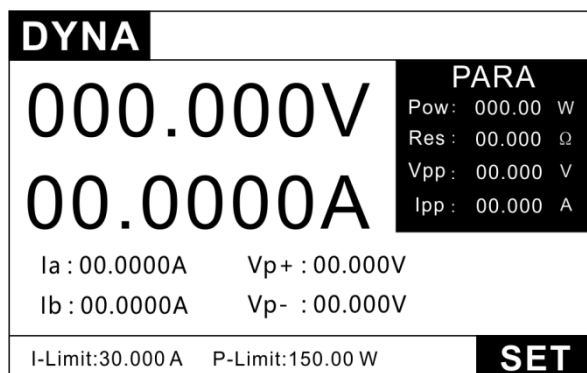

图 3.16 DYNA 测试界面
- 1、按 **MODE** 键进入模式选择页面,按上下键选择 DYNA,按 **ENTER** 键进入 DYNA 测试界面图 3.16。